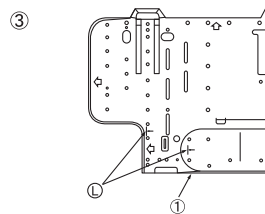

Fig. 3-7
- ③ Если труба с раструбом должна быть укреплена на стене заранее: (Fig. 3-7)